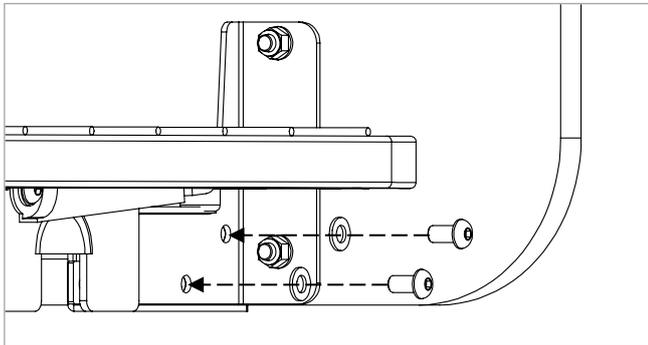

Figure 8.7
14. Alignez les trous des boulons et fixez les supports de montage à l'aide des boulons et rondelles M8 x 20 mm fournis, comme indiqué dans Figure 8.7. Serrez à l'aide de la clé Allen de 5 mm.